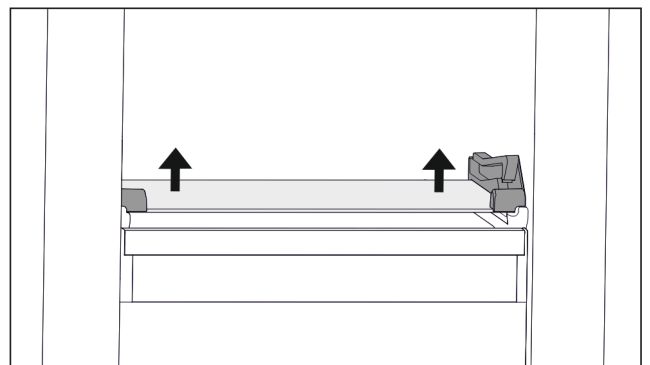

Fig. 70 Скляна пластина відкидного висувного ящика
- ▶ Складіть скляну пластину натиснувши з обох боків знизу вгору. (див. Fig. 70)